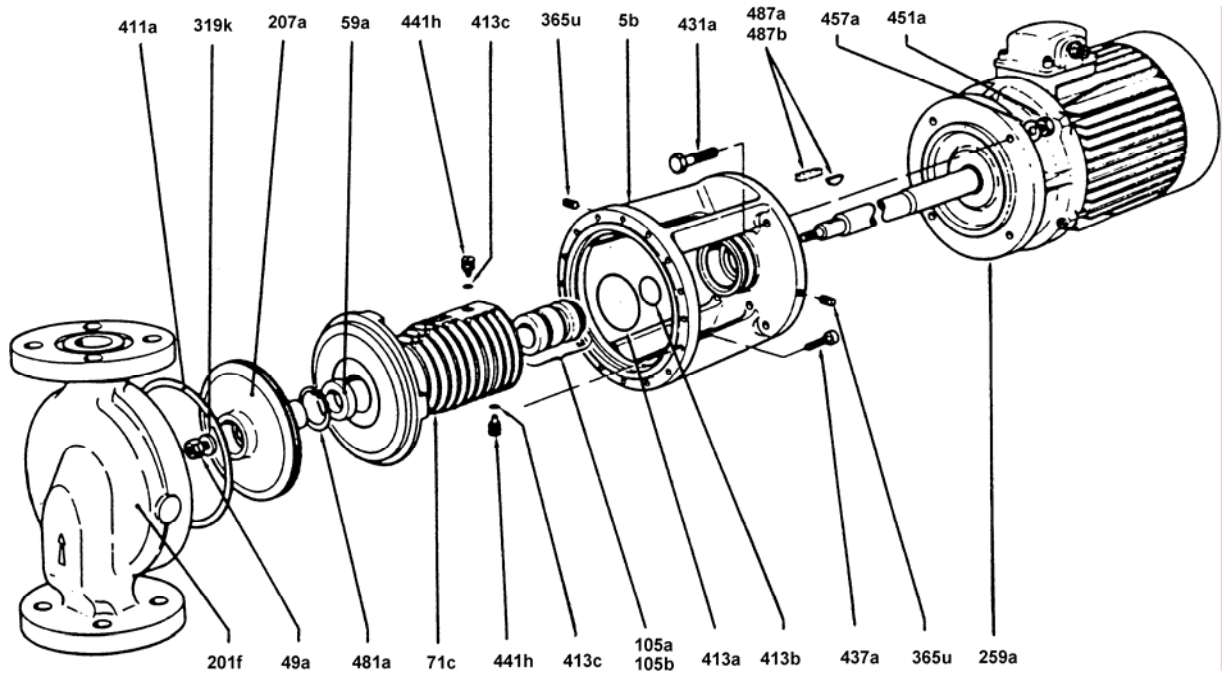
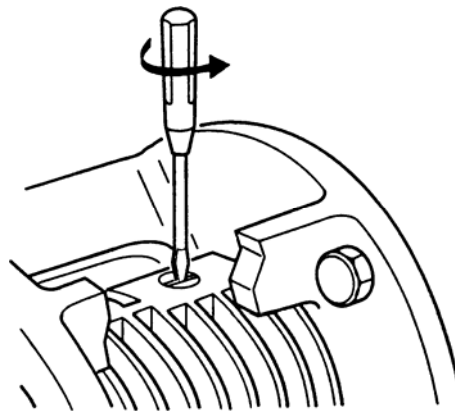

Рис. 1
Рис. 4
- Клеммная коробка мотора не должна быть направлена вниз, так как иначе в неё легко может проникнуть вода. При необходимости корпус насоса после откручивания винтов с внутренними шестигранниками должен проворачиваться так, чтобы клеммная коробка была бы направлена вверх. При этом следует добиться того, чтобы винт для удаления воздуха (рисунок 1, позиция 441h) оказывался бы в самой высокой точке.
- Отверстия на фланце фонаря со стороны мотора (Рис. 1, поз. 365u) не закрывать, так как при помощи них можно визуально определить выход из строя торцевого уплотнения (в случае выхода из строя торцевого уплотнения через эти отверстия будет сочиться вода).
- В зависимости от положения насоса при монтаже винт для удаления воздуха не всегда может находиться в самой верхней точке (рисунок 1, позиция 441h и рисунок 4). В этом случае необходимо путём выкручивания винтов с внутренним шестигранником на
## 9 Разборка насоса и монтаж/демонтаж (рисунок 1)